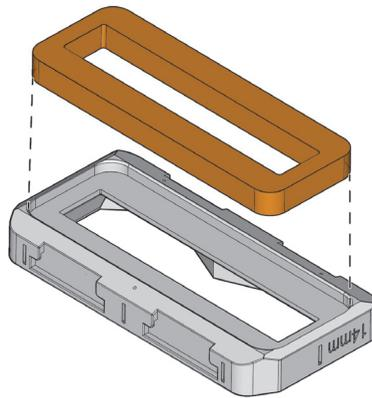

Figure 5-2 Nouveau joint en mousse et plaque de ligne à retard
6. Installez le nouveau joint en mousse sur la plaque de ligne à retard (Figure 5-2 à la page 78).